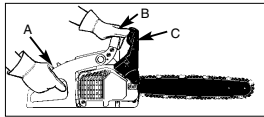

Fig. 10
**TESTEN SIE DIE KETTENBREMSE WIE FOLGT (Abb.10):**
3. Ergreifen Sie den hinteren Griff (A) mit der rechten Hand.
4. Mit der linken Hand halten Sie den vorderen Griff (B) fest [nicht den Kettenbremshebel (C)].
5. Drücken Sie den Gashebel auf  $\frac{1}{3}$  Geschwindigkeit und aktivieren Sie dann sofort mit dem Daumen der linken Hand den Kettenbremshebel (C).